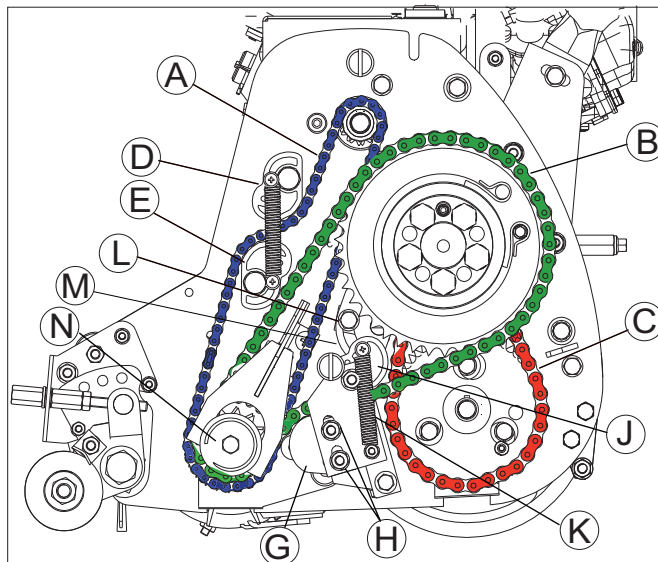

Fig 8.10
- Durante l'applicazione della pasta abrasiva, il cilindro deve essere ruotato esclusivamente per mezzo di un pezzo di legno di dimensioni appropriate o agendo con una chiave sulla vite [N] (Fig. 8.10).
6. Ruotare il cilindro di taglio in senso orario agendo con una chiave sulla vite [N] (Fig. 8.10) all'estremità sinistra dell'albero del cilindro.